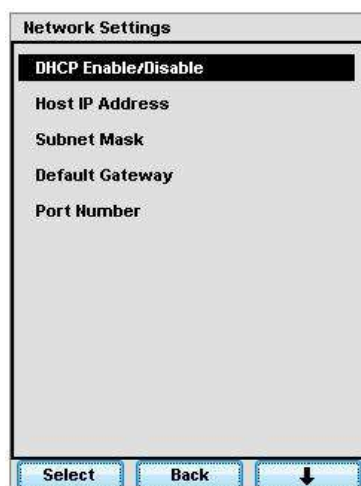

Рис. 1. Меню установки сетевых параметров устройства AutoRAE 2
4. Установите сетевые параметры и вновь нажмите «Select» (Выбрать). Первый параметр — «DHCP Enable/Disable» (Включение/выключение протокола динамической конфигурации узла) (см. рис. 1).